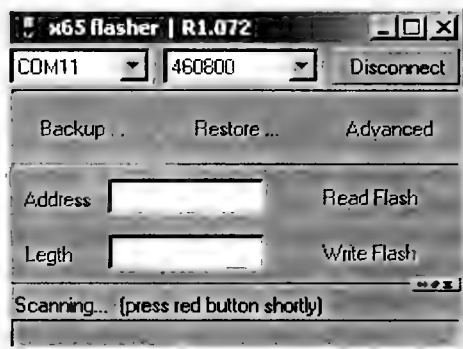

Рис. 1.1.32. Ожидание подключения к телефону
3. После появления в строке статуса мигающей надписи «Scanning... (Press red button shortly)» (рис. 1.1.32), кратковременно нажимают на телефоне кнопку отбоя («красную трубку»).